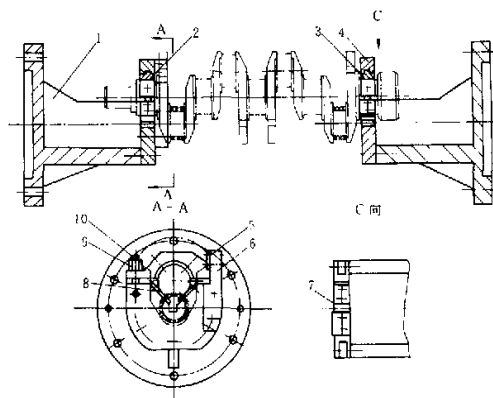
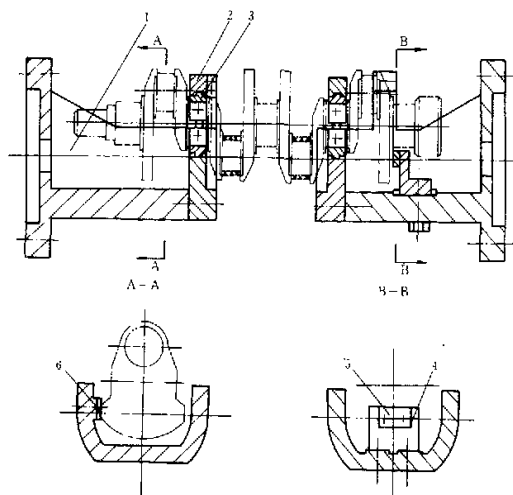

图 2
图 3
我公司现有两台 CF-702 曲轴连杆颈车床, 用来加工一般四拐曲轴 (如图 1a 所示) 的连杆颈, 图 2 所示的是加工该结构四拐曲轴连杆颈夹具结构示意图。该夹具已使用多年, 但随着近年来新产品开发数量的增多, 已远不能满足使用要求, 笔者经调查分析, 该夹具主要存在以下问题:
(1) 夹具结构 如图 3 所示, 该夹具主要由夹具体 1、压盖 2、瓦块 3、定位座 4 等零件构成。夹具一端与机床主轴箱连接, 另一端为卡盘结构。夹具体底部设计成平的, 并开三个沟槽, 其中一个沟槽用来定位, 另两个沟槽用来固定轴向定位块 5。
(2) 具体加工方法 首先按工艺调整曲轴车床主轴箱, 使左、右夹具体上瓦块的距离等于四拐曲轴第一、五 (或二、四) 主轴颈之间的距离, 然后拧紧主轴箱上的螺母固定, 按下述方法加工:
①加工图 1a 所示的曲轴一、四连杆颈定位方法与图 2 的结构基本相同, 这里不再赘述。
②图 3 是加工图 1a 所示的曲轴二、三连杆颈夹具结构示意图。曲轴的轴向定位靠定位块 5 来实